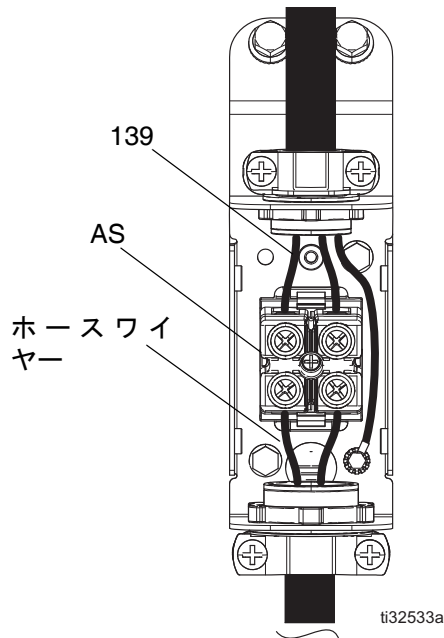

図 70
- ボルト (68) を緩め、ドアを上を持ち上げて、電気エンクロージャのドア (173) を開きます。
- 回路ブレーカー CB5 を OFF にし、ホース電気配線ボックスの中のホース配線を取り外します。71 ページの図 70 を参照してください。
- 導通が存在する場合、電気配線ボックスの中のホース配線を再接続します。71 ページの図 70 を参照してください。ブレーカー CB5 を ON にします。電気エンクロージャのドア (173) を閉めて、ボルト (68) を締め付けます。